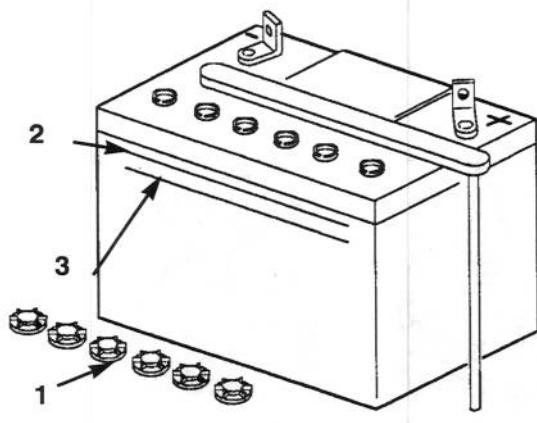

Fig. 21
2. Osservate il lato della batteria: l'elettrolito deve raggiungere la riga "SUPERIORE" (Fig. 21); non permettete che scenda al di sotto della riga "INFERIORE" (Fig. 21).
2. Svitate i tappi (Fig. 21).